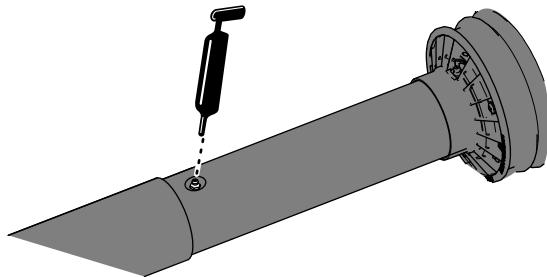

Figura 10
- Estendete parzialmente l'albero di trasmissione della PDF per accedere al raccordo di ingassaggio vicino alla parte centrale della protezione interna dell'albero di trasmissione (Figura 10).
- Applicate il grasso al raccordo di ingassaggio per il giunto dell'albero di trasmissione telescopico, come illustrato nella Figura 10.